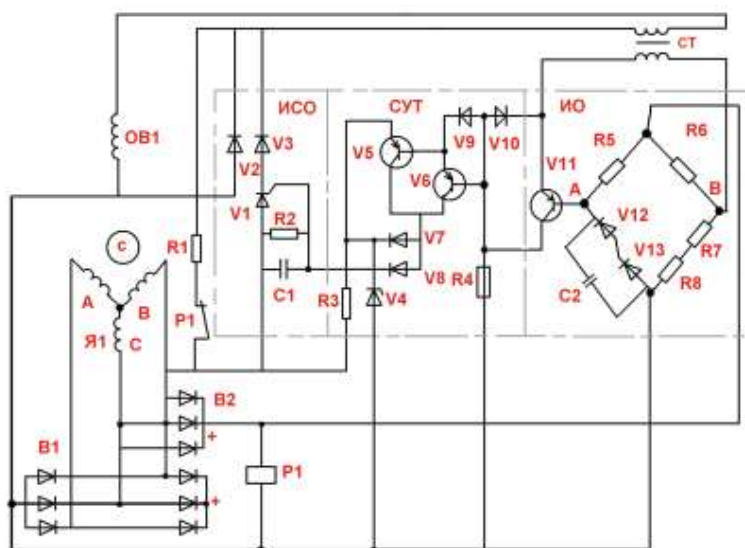

Рисунок 7 Принципиальная электрическая схема тиристорного регулятора напряжения генератора
7) Какое буквенно-цифровое изображение имеет трехфазная якорная обмотка генератора (рисунок 7)?